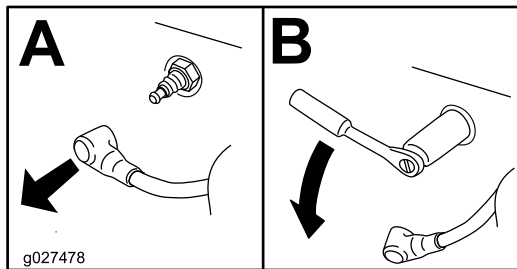

Figura 34
4. Retire la bujía (Figura 34).